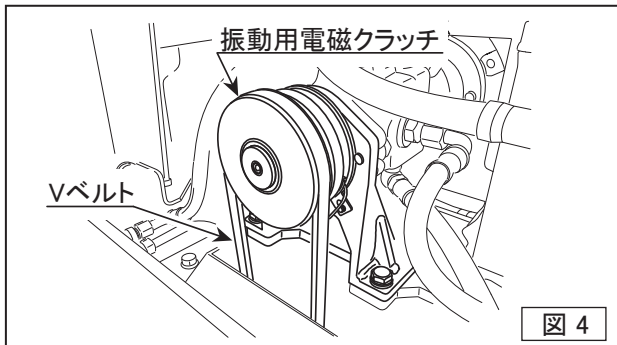

図 4
- Vベルトのゆるみを点検します。張りが弱いと振動が弱くなったり、Vベルトが破損しやすくなります。(図4)